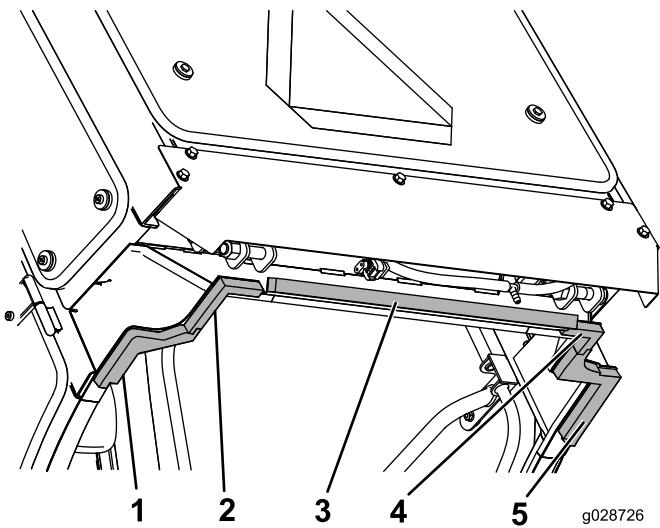

Рисунок 59
1. Расположите по центру задний элемент из вспененного материала на самой задней нижней кромке центральной панели (Рисунок 59).
2. Установите левый и правый задние элементы из вспененного материала на внутренние углы наружных выступов задней панели Рисунок 59).
3. Совместите внутренние кромки левого и правого средних элементов из вспененного материала с левым и правым задними элементами из вспененного материала и соедините выступы (Рисунок 59).